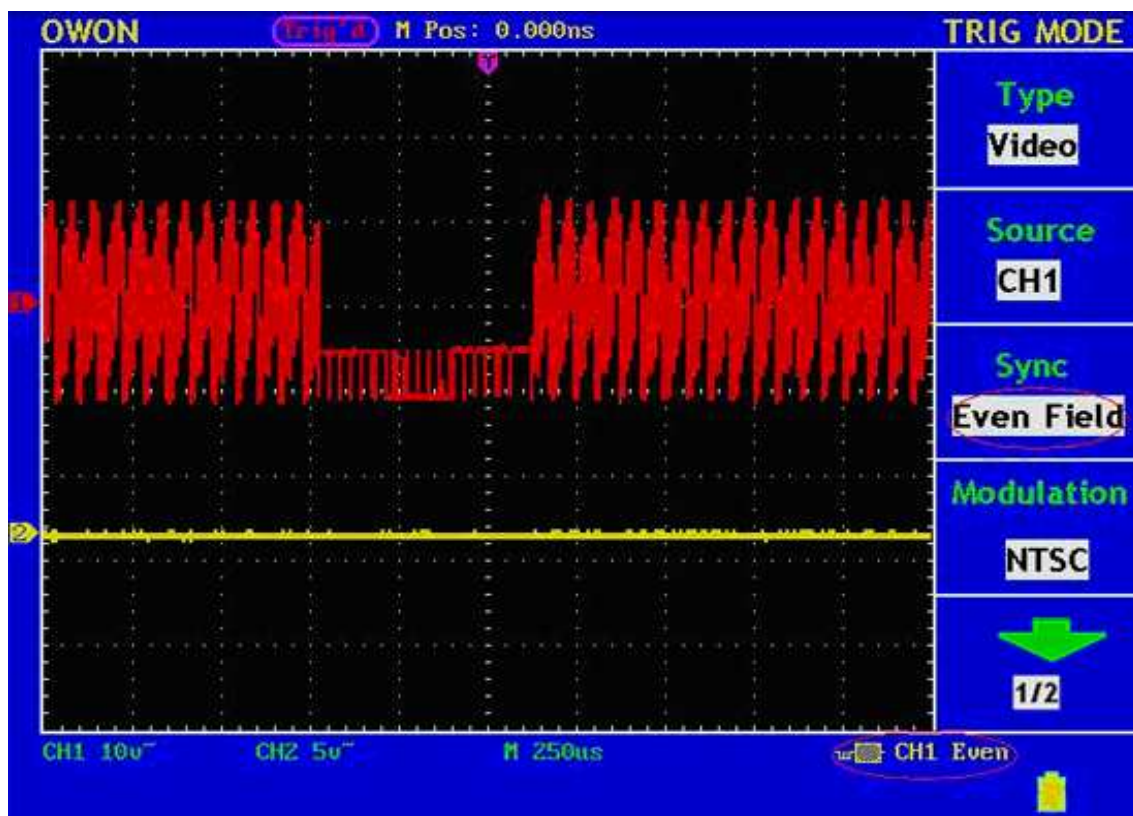

Fig. 66 偶数フィールドのトリガから得られた波形
5. 画面上に正しく波形が出てくるよう、VOLTS/DIV、VERTICAL POSITION、SEC/DIV のつまみを調節します。(Fig.66 参照)